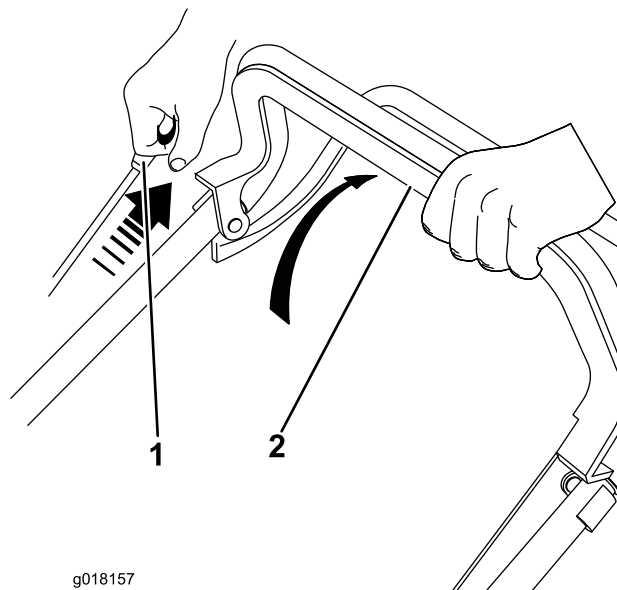

Figura 12
1. Sujete la barra de control de la cuchilla contra el manillar (Figura 12).
2. Tire del arrancador de retroceso (Figura 12).